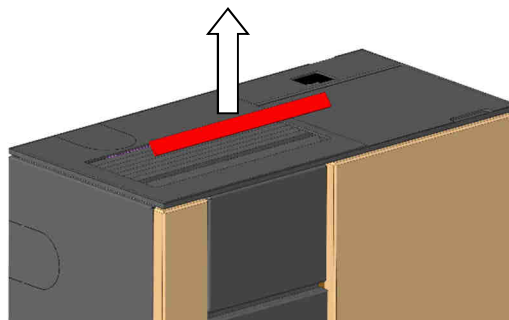

Fig. 18 : retrait des lamelles
1. Retirer les lamelles (Fig. 18).